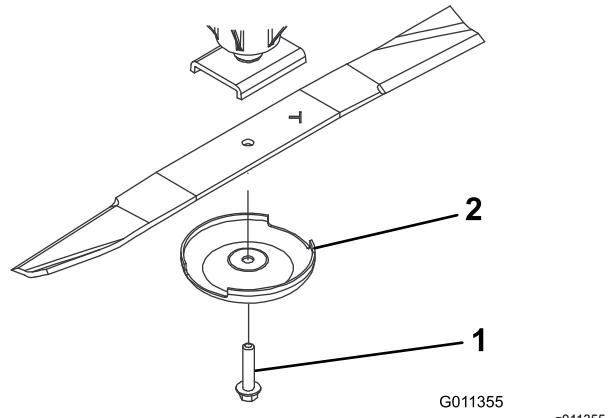

Bild 97
3. Entfernen Sie die Messerschraube, die Antiskalpiercuppe und das Messer von der Spindelwelle (Bild 97).